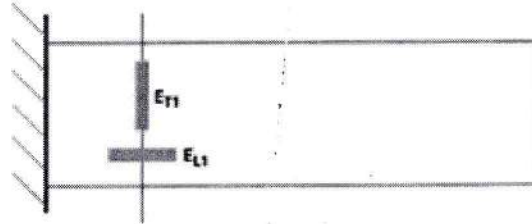

Figura 1
6. [3,0] Considere uma barra de aço encastrada instrumentada com quatro extensómetros ($GF = 2,04$; $R_E = 120 \Omega$), colados simetricamente nas faces superior e inferior da barra. O esquema de montagem dos extensómetros em cada face da barra está representado na figura 1.